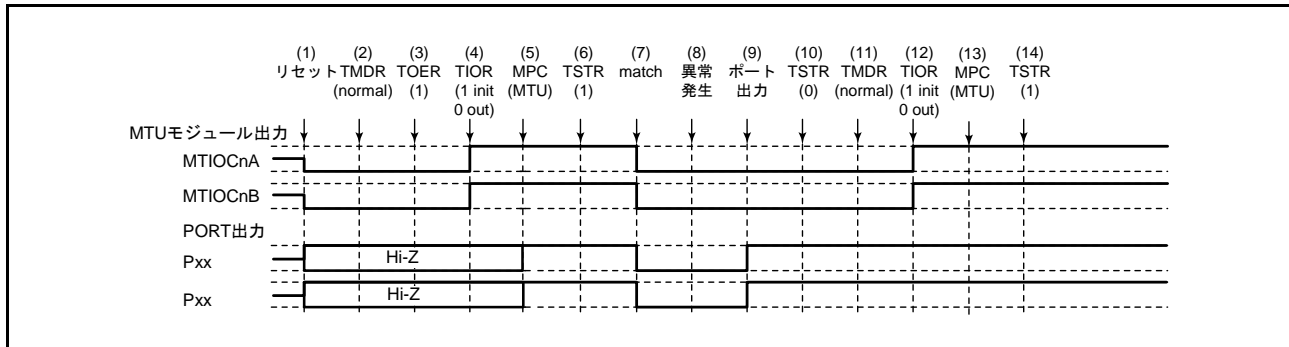

図 19.143 ノーマルモードで異常が発生し、ノーマルモードで復帰する場合
ノーマルモードで異常が発生し、再設定後ノーマルモードで再スタートする場合の説明図を図 19.143 に示します。
(1) ~ (10) は図 19.143 と共通です。
(11) PWM モード 1 を設定します。
(12) TIOR レジスタで端子を初期化してください (PWM モード 1 では MTIOcNB (MTIOcND) 端子に波形が出力されません。出力すべきレベルがある場合は、I/O ポートのポート方向レジスタ (PDR)、ポート出力データレジスタ (PODR) で汎用出力ポートの設定をしてください。
(13) MPC と I/O ポートのポートモードレジスタ (PMR) で MTU 出力としてください。
(14) TSTR レジスタで再スタートします。
(11) PWM モード2を設定します。
(12) TIOR レジスタで端子を初期化してください (PWM モード2では周期レジスタに使用した TGR レジスタに対応する端子に波形が出力されません。出力すべきレベルがある場合は、I/O ポートのポート方向レジスタ (PDR)、ポート出力データレジスタ (PODR) で汎用出力ポートの設定をしてください)。
(14) TSTRA レジスタで再スタートします。
(11) 位相計数モードを設定します。
(12) TIOR レジスタで端子を初期化してください。
- (11) TIOR レジスタでノーマルモードの波形生成部を初期化してください。
- (12) TIOR レジスタでノーマルモードの波形生成部の動作を禁止してください。
- (13) TOERA レジスタで MTU3、MTU4 の出力を禁止してください。
- (14) TOCR1A、TOCR2A レジスタで相補 PWM の出力レベルと周期出力の許可 / 禁止を選択してください。
- (15) 相補 PWM を設定します。
- (16) TOERA レジスタで MTU3、MTU4 の出力を許可してください。
- (17) MPC と I/O ポートのポートモードレジスタ (PMR) で MTU 出力としてください。
- (18) TSTRA レジスタで再スタートします。